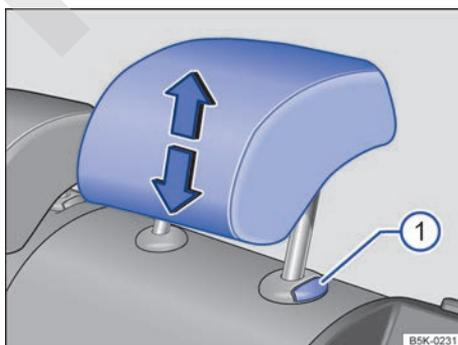

Fig. 74 Ajuste de los apoyacabezas traseros.
- Desplace el apoyacabezas hacia arriba o, a la vez que presiona la tecla → **fig. 74 ①**, hacia abajo en el sentido de la flecha correspondiente → **▲** en *Introducción al tema* de la pág. 95.